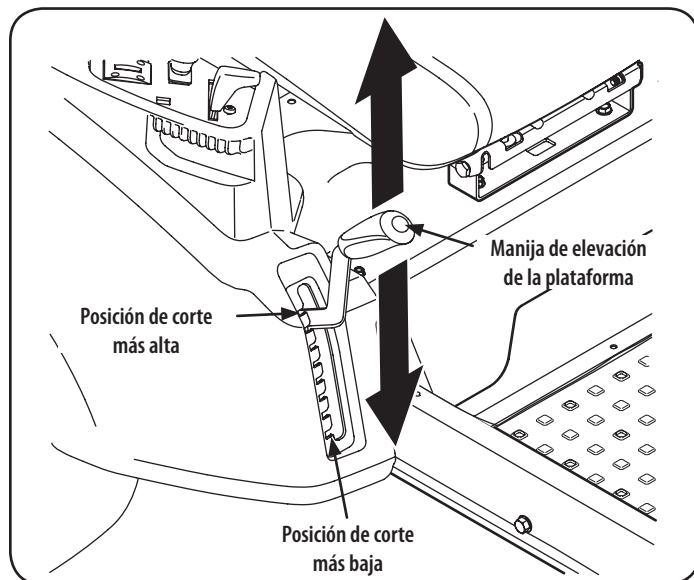

Figura 24
1. Usando la manija de elevación de la plataforma, levante la plataforma a la posición que le ofrece mayor recorrido horizontal de la correa entre las poleas locas de la plataforma y la polea de la PTO en la base del motor. Vea la Figura 24.
5. Baje la plataforma hasta la posición más baja usando la manija de elevación de la plataforma. Vea la Figura 24.
1. Coloque la manija de elevación de la plataforma en la posición de corte más elevada. Vea la Figura 24.